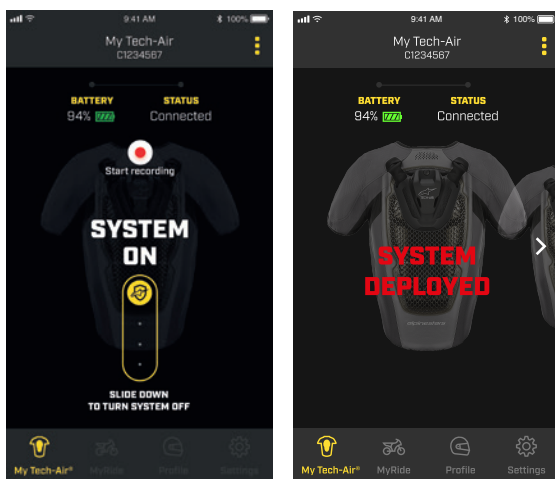

Figura 12
Durante la guida, la modalità "Sistema acceso" è attiva e, di conseguenza, per motivi di sicurezza, l'utente non può accedere alla maggior parte delle funzioni dell'App. Nel caso in cui il Sistema debba essere disattivato dall'utente, ad esempio durante una guida pesante fuoristrada, il Sistema può essere disattivato utilizzando l'icona a scorrimento sull'App (come mostrato in Figura 12). Per farlo, aprire e chiudere la Patta anteriore (2).
L'App informerà l'utente quando manca solo un dispiegamento prima del servizio di manutenzione obbligatorio. In caso di dispiegamento, l'App mostrerà il relativo stato, come illustrato nella Figura 12.